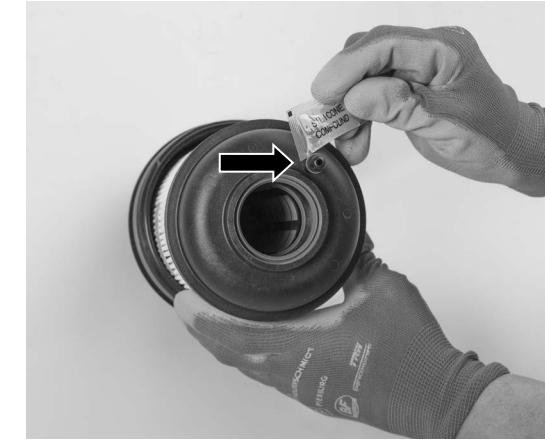

Abb. 3/Fig. 3/Puc. 3/图3
- Den Dichtungsring am Filter leicht einfetten (Abb. 3).
- Lightly grease the sealing ring on the filter (Fig. 3).
- Graisser légèrement le joint circulaire du filtre (Fig. 3).
- Слегка смажьте уплотнительное кольцо на фильтре (Рис. 3).
- Lubricar ligeramente el anillo de junta en el filtro (Fig. 3).
- 为滤清器上的密封圈涂抹少量润滑脂 (图 3)。